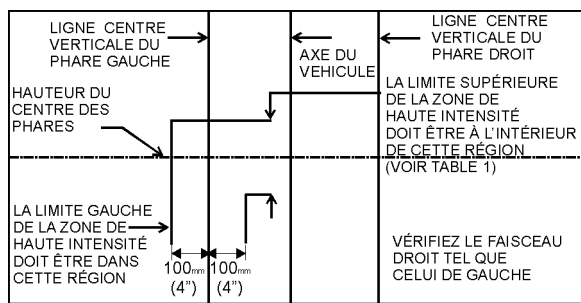

FIGURE 97 : LIMITES D'INSPECTION D'ORIENTATION DES FEUX DE CROISEMENT
7. Les limites d'inspection en verticale pour les feux de croisement ou les feux de croisement d'un projecteur à double faisceau sont tels que décrits dans le tableau 1. Dans le sens horizontal, le bord gauche de la zone longue portée doit être situé de 10 cm (4 po) à gauche à 10 cm (4 po) à droite de l'axe vertical du faisceau. L'écran de réglage doit être situé 7,6 m (25 pi) devant le véhicule (Figure 97).